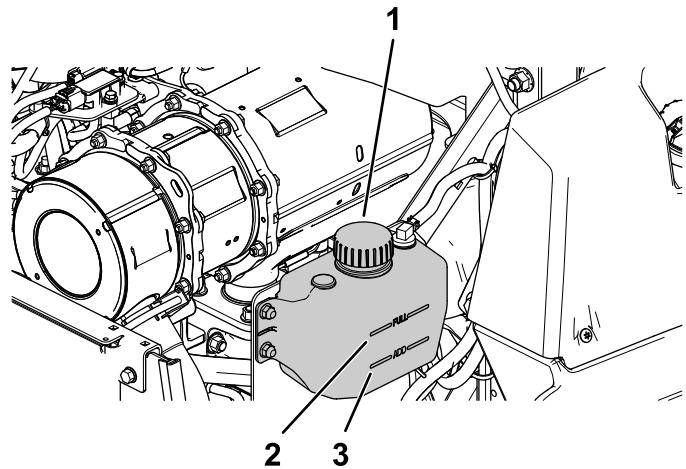

Figure 55
4. Vérifiez le niveau du liquide de refroidissement dans le vase d'expansion (Figure 55).
5. Si le niveau du liquide de refroidissement est trop bas, enlevez le bouchon du vase d'expansion et faites l'appoint avec le liquide spécifié (Figure 55).